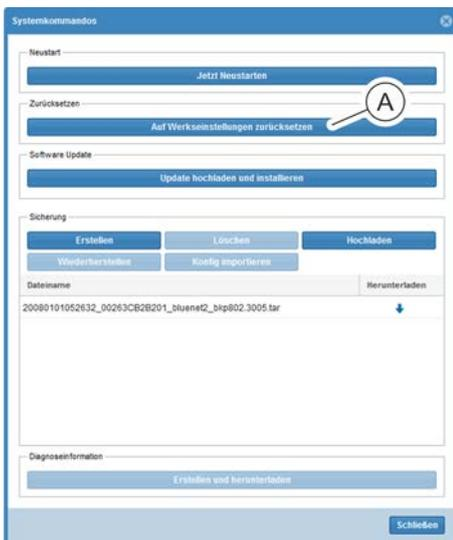

Abb. 248: Fenster "Systemkommandos"
2. ➔ Schaltfläche „Auf Werkseinstellungen zurücksetzen“ anklicken (Abb. 248/Ⓐ).